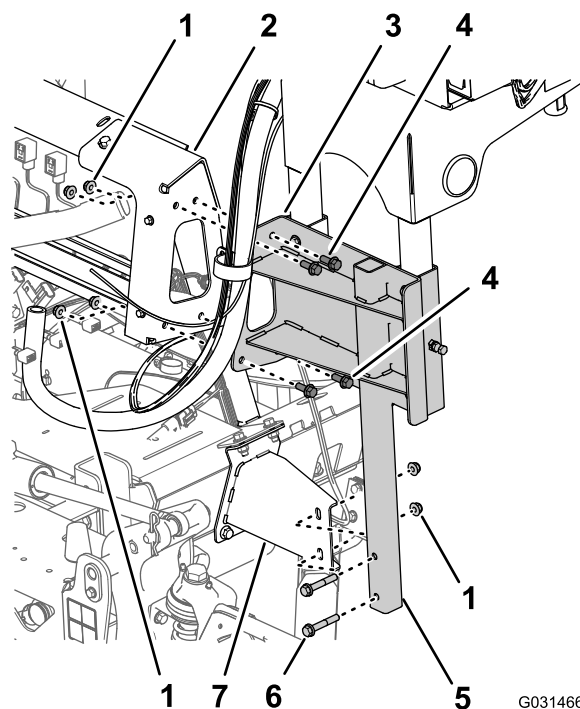

Figura 22
2. Rimuovete i 2 bulloni a testa flangiata (3/8" x 2 1/4") e 2 dadi di bloccaggio flangiati (3/8") che fissano il telaio del tubo inferiore dell'avvolgitubo orientabile alla staffa di montaggio nel profilato del telaio di destra della macchina (Figura 22).
fissano il profilato di supporto dell'avvolgitubo orientabile al supporto del collettore per le valvole dell'irroratrice (Figura 22).